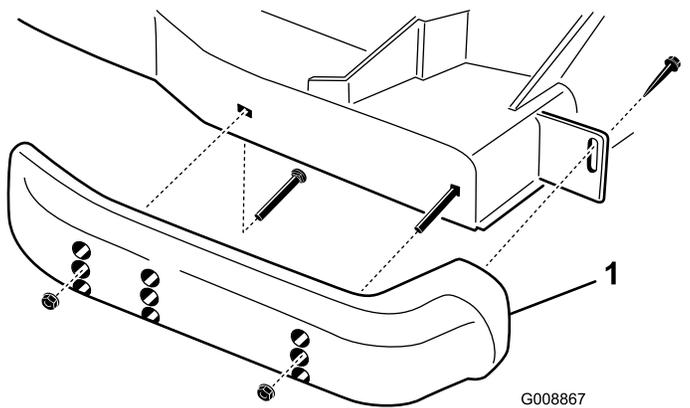

Figura 25
1. Allentate la vite davanti a ciascun pattino (Figura 25).
2. Togliete i bulloni a testa flangiata e i dadi da ciascun pattino (Figura 25).